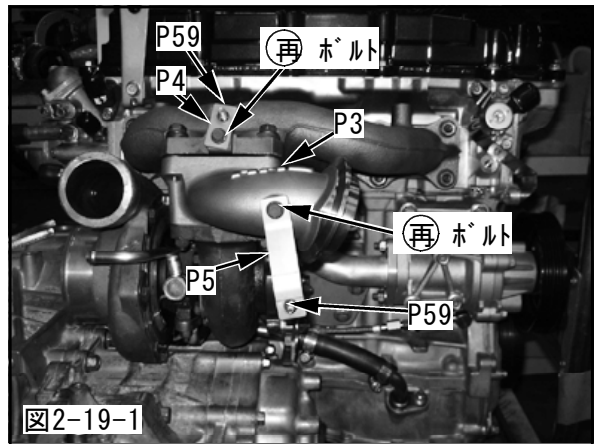

図2-19-1
(1) エキゾーストマニホールドカバーステーNo.1, No.2をエキゾーストマニホールド及びターボチャージャアダプタへ取付けてください。その際ステーNo.1はナットの反対側から、No.2はナット側からボルトM6 L=20を挿入し締付けてください。(図2-19-1)